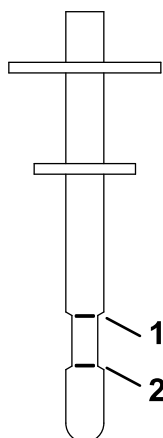

Figure 67
7. Remettez la jauge dans le goulot de remplissage, ressortez-la et contrôlez le niveau de liquide (Figure 67).